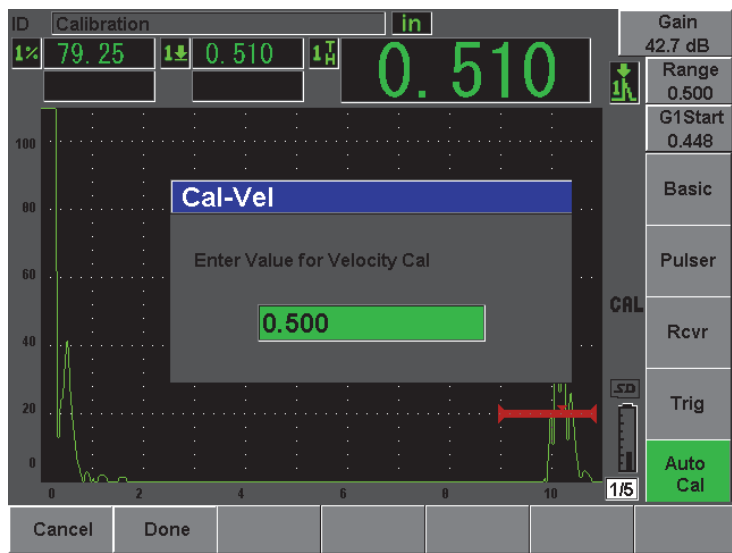

图 10-9 输入声速校准厚度值
16. 在 **Cal-Vel**（校准声速）对话框中，将数值调整到与闸门中信号指示的已知厚度相应的数值（本例中为 0.500 in.），然后选择 **Done**（完成），完成校准操作（参见第 165 页的图 10-9）。